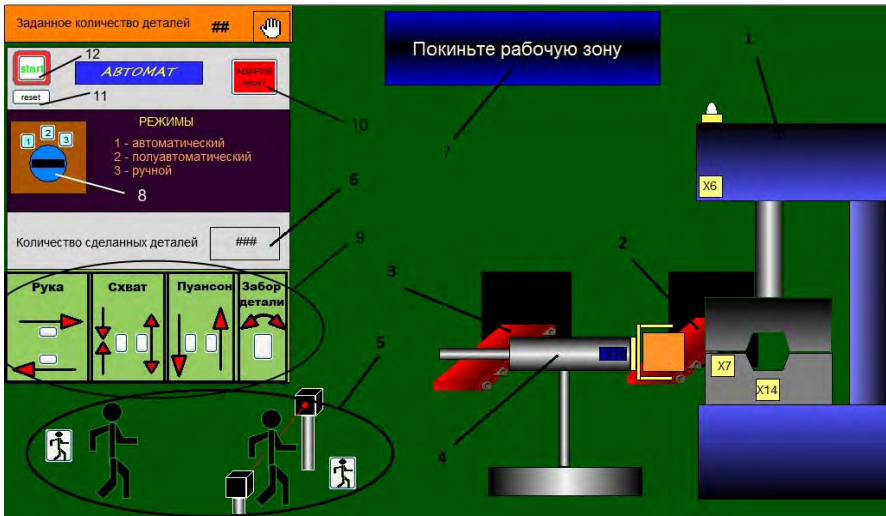

Рис. 5.1. РТК штамповки средствами SCADA Citect
Работу РТК штамповки поясняет рис. 5.1, созданный средствами SCADA Citect.
**Автоматический режим.** Оператор устанавливает переключатель режимов на панели управления в положение 1. Затем оператор нажимает кнопку «start» (поз. 12). В этот же момент включается сигнал оповещения – «Покинуть рабочую зону комплекса». После завершения оповещения автоматически начинается отвод исполнительных механизмов в исходное положение: «рука» ПР возвращается в исходное положение (поз. ПР на рис. 5.1), пуансон поднимается до срабатывания датчика крайнего верхнего положения X6. На СУ ПР подается сигнал «Пресс к работе готов». Затем конвейер 2 начнет перемещать заготовку на позицию загрузки ПР. ПР ее забирает (при этом срабатывает датчик наличия детали в схвате X10) и устанавливает в матрицу прессы. Сработает датчик наличия детали в матрице прессы X14, отключается сигнал с датчика X10. Затем «рука» отводится в исходное положение. Если деталь в матрице (X14 замкнут), ПР в исходном положении, пуансон в крайнем верхнем положении, то в ПЛК инициализируется состояние «Готов к рабочему ходу». Пуансон штампа опускается до срабатывания (замыкания) датчика крайнего нижнего положения (X7). После выдержки в 4 секунды пуансон начинает подниматься до замыкания датчика крайнего верхнего положения (X6) и контроллер выдает сообщение «Деталь готова». Манипулятор забирает ее на конвейер 3, который перемещает деталь в накопитель. При этом значение счетчика деталей 6 возрастает на 1.
**Полуавтоматический режим** отличается от автоматического тем, что цикл рабочего хода пресса запускается при замыкании входных контактов контроллера. Оператор нажимает кнопку «reset» (РТК принимает положение, изображенное на рис. 5.1), устанавливает переключатель 8 в положение 2 (полуавтоматический режим), и нажатием кнопок на СУ 9 управляет комплексом.
*Примечание.* В РТК имеются датчики, формирующие защитный барьер. В случае пересечения зоны, ограниченной защитным барьером, датчики срабатывают и останавливается весь рабочий цикл. Так же имеется кнопка «АВАРИЯ(stop)» (поз. 10 на рис. 5.1). При нажатии на нее работа всего комплекса остановится.
Следует построить все, что показано на рис. 5.1.